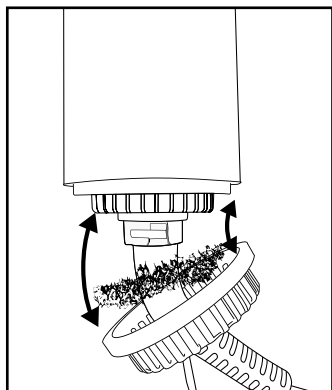

Fig. 4
- Rimuovere i capelli dagli accessori ⑧-⑩ con le dita. Per pulire gli accessori ⑧-⑩ immergerli in acqua tiepida. È possibile usare detergenti delicati, poi sciacquare accuratamente con acqua. Fare asciugare completamente gli accessori ⑧-⑩ prima di riapplicarli all'apparecchio.
- Controllare se la griglia di aspirazione ④ è priva di capelli e pelucchi. Pulirla servendosi di una spazzola asciutta.
- Pulire a intervalli regolari il filtro dietro la griglia di aspirazione ④, al più tardi quando si notano impurità. A tale scopo togliere la griglia di aspirazione ④ (vedere le figg. 3 e 4) ruotandola finché non sia più possibile farlo e poi tirandola verso il basso (eventualmente ruotandola allo stesso tempo leggermente avanti e indietro). Rimuovere le filacce e le impurità aderite al filtro con le dita o con una spazzola morbida. Premere nuovamente il filtro nel cestello della griglia di aspirazione ④ in modo da poter poi applicare di nuovo la griglia di aspirazione ④. Spingere la griglia di aspirazione ④ sulla sede presente nell'apparecchio e bloccarla saldamente ruotandola. Prestare attenzione alle due piccole rientranze nell'attacco del cavo di alimentazione ⑤ (vedere fig. 4), nelle quali vanno spinte le sporgenze corrispondenti del lato interno dell'apertura della griglia di aspirazione ④.